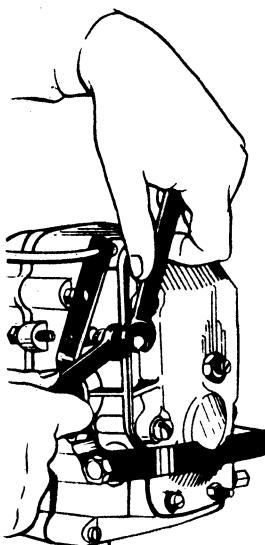

Рис. 61. Вывертывание болта минимальной частоты вращения
5. Проверить и, если необходимо, отрегулировать в пределах 315—350 об/мин обороты полного автоматического выключения подачи топлива регулятором при упоре рычага управления в болт ограничения минимальной частоты вращения и при вывернутом корпусе буферной пружины. При вывертывание болта минимальной частоты вращения обороты уменьшаются, при ввертывании увеличиваются (рис. 61).